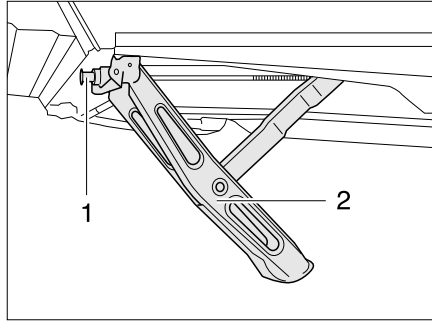

Bild 17 Kurbelstütze heruntergekurbelt
- Die serienmäßig beigelegte Handkurbel auf den Sechskant (Bild 17,1) der Kurbelstütze (Bild 17,2) stecken.